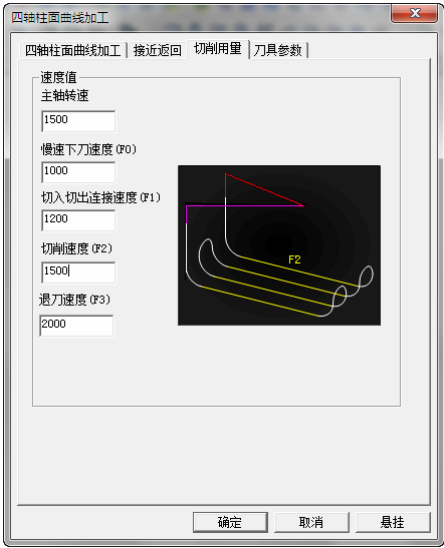

图 8-232 “切削用量”选项卡
3) 单击“切削用量”选项卡,设置“主轴转速”“慢速下刀速度”“切入切出连接速度”“切削速度”“退刀速度”参数数值如图 8-232 所示。